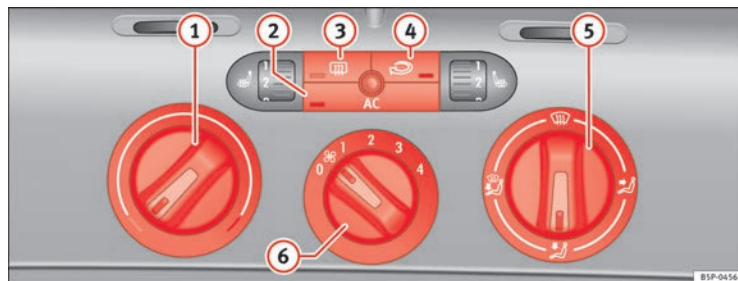

Fig. 128 Mandos del Climatic en el tablero de instrumentos
- Con los reguladores ⇒ fig. 128 ① y ⑤ y con el mando ⑥ se regula la temperatura, la distribución del aire y la velocidad de la turbina.
- Pulse la tecla ②, ③ o ④ para activar o desactivar la función correspondiente. Cuando la función está activa, la ventana situada en la esquina inferior de la tecla se ilumina.
① Regulador de temperatura ⇒ página 163
② Tecla [AC] – Encender o apagar el grupo refrigerador ⇒ página 163
- ③ Tecla [Luneta térmica] – Luneta térmica. Esta función se apaga automáticamente aproximadamente 20 minutos después de haberla conectado. Se puede desconectar antes pulsando de nuevo la tecla.
- ④ Tecla [Recirculación de aire] – Recirculación de aire ⇒ página 165
- ⑤ Regulador de la distribución de aire ⇒ página 163
- ⑥ Mando de la turbina. El caudal de aire tiene 4 niveles de ajuste. La turbina debería funcionar siempre en el nivel más bajo cuando se circule a poca velocidad.
- Encienda el climatizador con la tecla $\Rightarrow$ **página 162, fig. 128** .